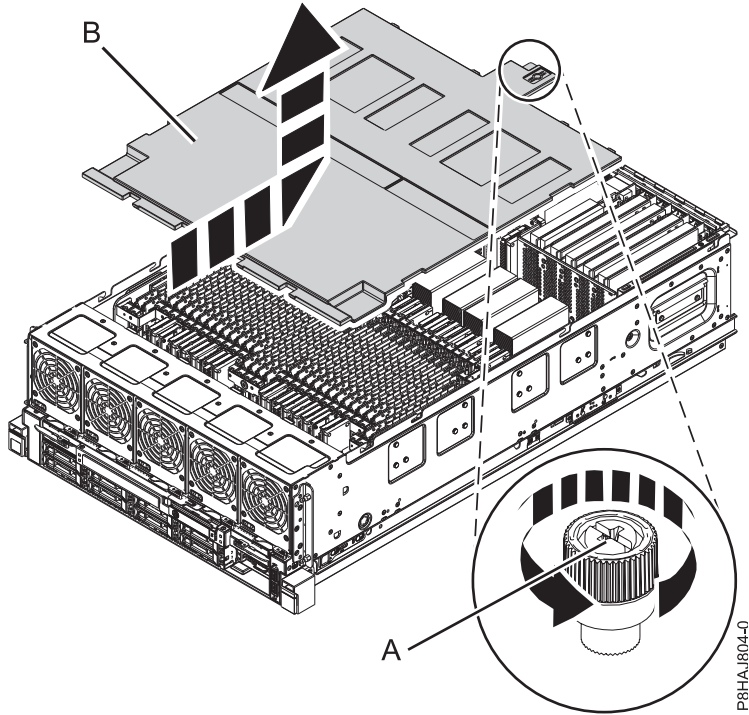

Figure 41. Retrait du capot de sécurité
2. Desserrez la vis moletée (A) située à l'arrière du capot en la tournant dans la direction illustrée dans la figure 41, à la page 52.
3. Faites glisser le capot de sécurité (B) vers l'arrière du système. Une fois l'avant du capot dégagé du bord supérieur du châssis, soulevez et retirez le capot.